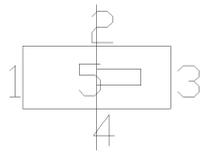

图 11-39 绘制多段线
- (4) 绘制多段线。单击“绘图”工具栏中的“多段线”按钮, 在直线 5 上捕捉多段线的起点和终点, 绘制的多段线如图 11-39 所示。
- (5) 拉长直线。选择菜单栏中的“修改”→“拉长”命令, 选择直线 5 作为拉长对象, 输入拉长增量